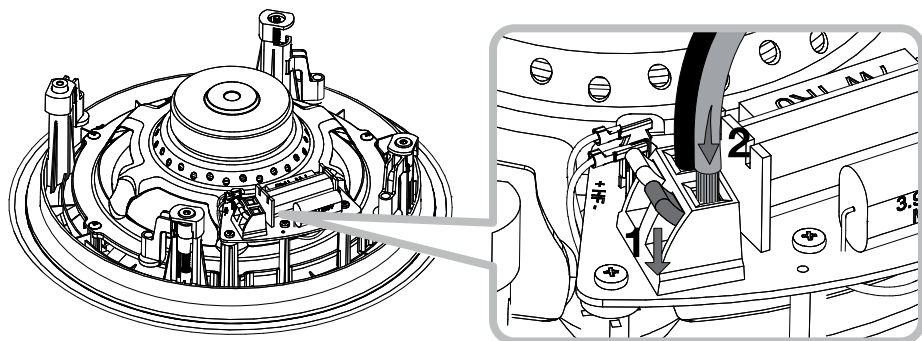

图3
4.3 现在请将扬声器接线连接到障板上的弹簧接线端。请确保扬声器接线的极性正确：连接到放大器正极端的接线应与框架上的红色弹簧接线端连接。同样，连接到放大器负极端的接线应与框架上的黑色弹簧接线端连接。图3说明了接线连接过程。